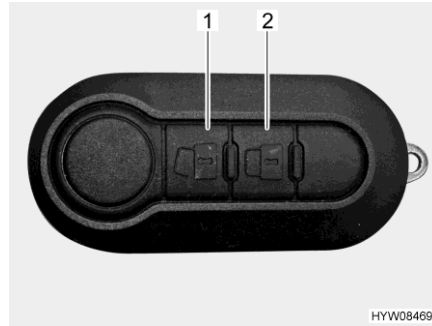

Bild 35 Fernbedienung (Zentralverriegelung)
- Taste  (Bild 35,1) einmal kurz drücken. Die Türschlösser sind entriegelt. Der Sicherungsknopf springt automatisch heraus.
- Taste  (Bild 35,2) einmal kurz drücken. Die Türschlösser sind verriegelt. Wenn alle Schlösser verriegelt wurden, erfolgt eine Rückmeldung über die Fahrtrichtungsanzeiger des Fahrzeugs.